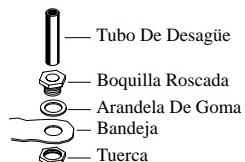

Fig. 5
- **Instale el montaje de desagüe.** Quite la tuerca y pase la boquilla por el agujero de la bandeja, colocando la arandela de goma entre la bandeja y la cabeza de la boquilla (véase fig. 5). Coloque la tuerca en la boquilla y atorníflela hasta que quede apretada contra la parte inferior de la bandeja. Inserte el tubo de desagüe en la boquilla para retener el agua. El tubo de desagüe se puede quitar para desaguar el agua de la bandeja cuando sea necesario. Se puede conectar una manguera de jardín a la boquilla para desaguar el agua hacia otra parte.